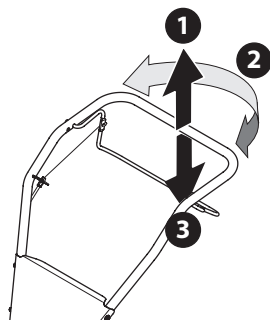

Figura 18
1. Para comenzar a voltear, levante los manillares hasta que los dientes se separen del suelo y el motor y los dientes estén balanceados por encima de las ruedas. Vea la Figura 18.
2. Con la cultivadora equilibrada, empuje hacia el costado sobre el manillar en la dirección en que se está volteando. Vea la Figura 18.
3. Después de dar la vuelta, introduzca lentamente los dientes en el suelo para reiniciar la labranza. Vea la Figura 18.